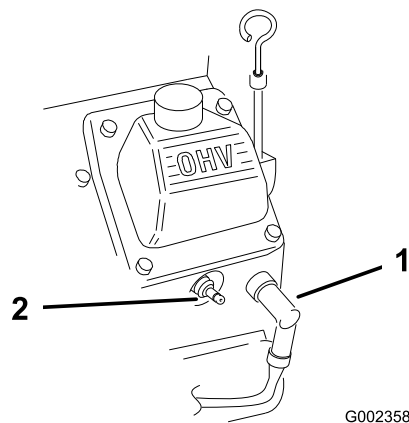

Figura 23
2. Desligue os cabos das velas de ignição (Figura 23).